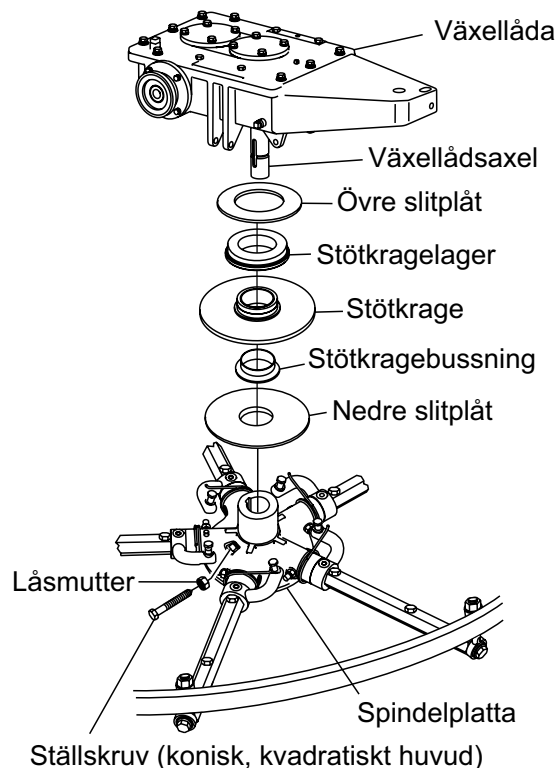

Bild 37. Borttagning av spindel/växellåda
1. Lokalisera den koniska fyrkantiga ställskruven (bild 37) och låsmuttern som finns på sidan av spindelmontaget.